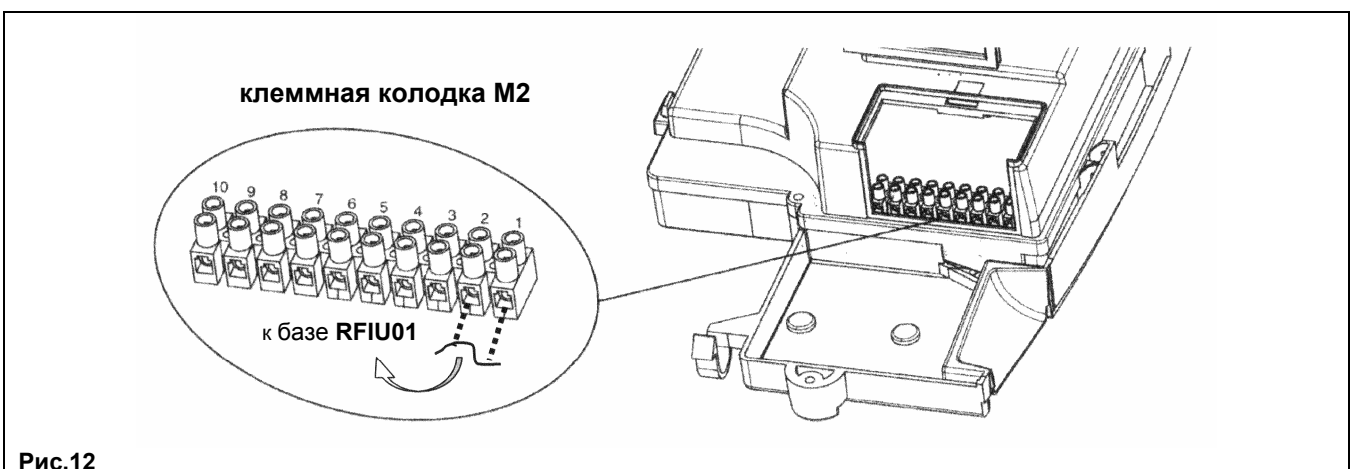

Рис.12
- Подсоединить провода, идущие от клеммной колодки **M2** котла (Рис.12) как показано на Рис.С.
2. открыть доступ к клеммной колодке **M2** как показано на рис.12;
3. подсоединить два провода, идущих от базы RFIU01 к клеммной колодке **M2** как показано на Рис.12.